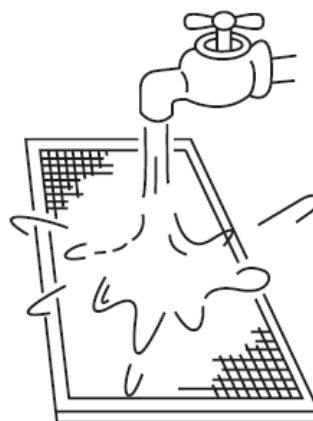

Fig.6-4
- Partea de admisie aer trebuie să fie cu fața în jos la utilizarea apei. (Consultați *Fig. 6-4*).